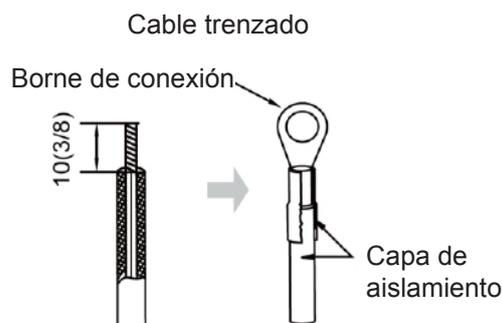

Fig. 14
- (2) Conexión del cable trenzado (véase la fig. 14).